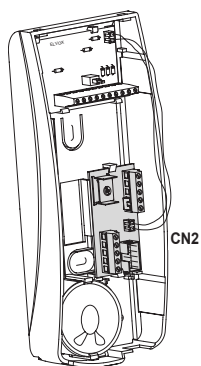

Fig. 4
- Fig. 4 Insertar en el interior del interfono la ficha de conexión provista con el monitor Petrarca y conectar la ficha al interfono por medio de los conectores CN2 (ficha) y CN1 (interfono 6200) o CN4 (interfono 6201), MONIT (interfono 6204).
- Fig. 4 Inserir no interior do interfone a placa de ligação fornecida com o monitor Petrarca e ligar a placa ao interfone através dos conetores CN2 (placa) e CN1 (interfone 6200) ou CN4 (interfone 6201), MONIT (interfone 6204).